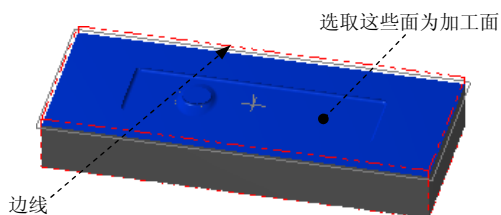

图 7.10 选取加工面
(1) 在图形区中选取图 7.10 所示的曲面，然后按 Enter 键，系统弹出“刀具路径的曲面选取”对话框。
(2) 单击“刀具路径的曲面选取”对话框 **边界范围** 区域中的  按钮，系统弹出“串联选项”对话框，采用“串联方式”选取图 7.10 所示的边线。单击  按钮，系统返回至“刀具路径的曲面选取”对话框。单击  按钮，系统弹出“曲面残料粗加工”对话框。